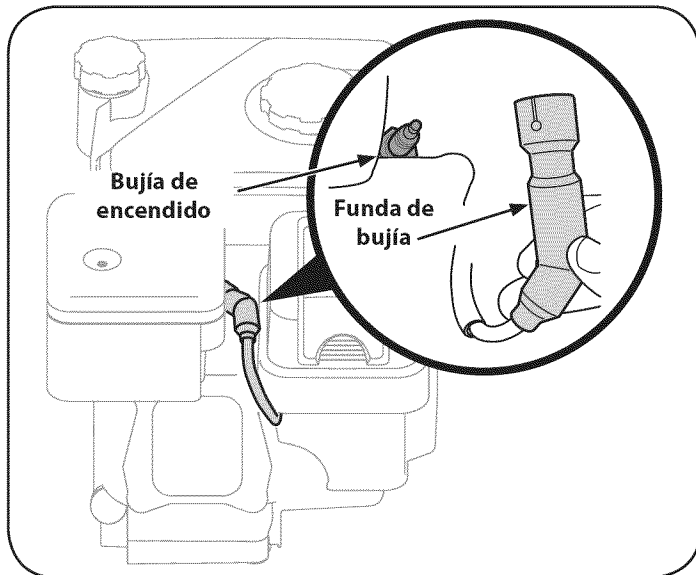

Figura 20
1. Retire el capuchón de la bujía y con una llave para bujías extraiga la bujía. Vea la Figura 20.